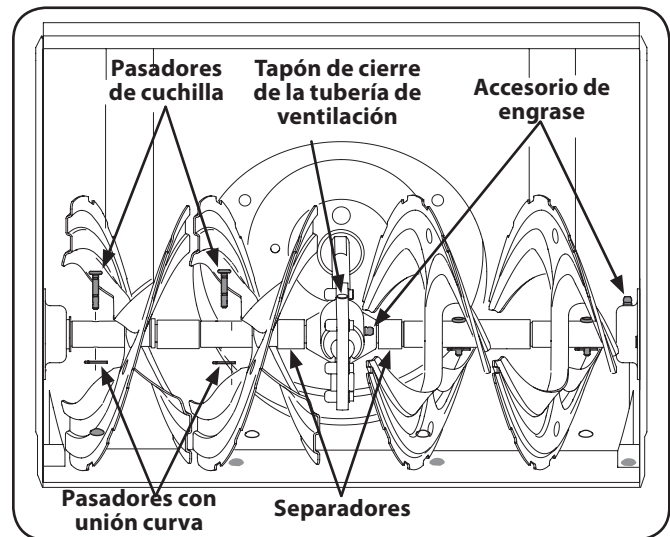

Figura 6-2
También es posible encontrar accesorios de engrasado en cada extremo del eje de la barrena. Lubrique con una pistola de engrasado una vez por temporada. Vea la Figura 6-2.
La caja de engranajes de la barrena está equipada con accesorio de engrase. Lubrique con grasa una vez por temporada (número de pieza 737-0168 para realizar el pedido). Vea la Figura 6-2.
NOTA: Para aflojar la presión, retire el tapón de cierre de la tubería de ventilación antes de lubricar la caja de engranajes. Vea la Figura 6-2. De no hacerlo se pueden dañar los sellos de la caja de engranajes.
- De ser necesario reemplace los pasadores. Junto con la máquina quitanieve se incluyen dos pasadores de cuchilla y pasadores de chaveta de repuesto. Rocíe un lubricante de aceite dentro del eje antes de colocar los pasadores nuevos y de asegurarlos con los nuevos pasadores de chaveta. Vea la Figura 6-2.
- Retire los seis pernos, arandelas planas y tuercas hexagonales del carro que sujetan las dos zapatas a los lados de la caja de la barrena. Consulte la Figura 6-2.